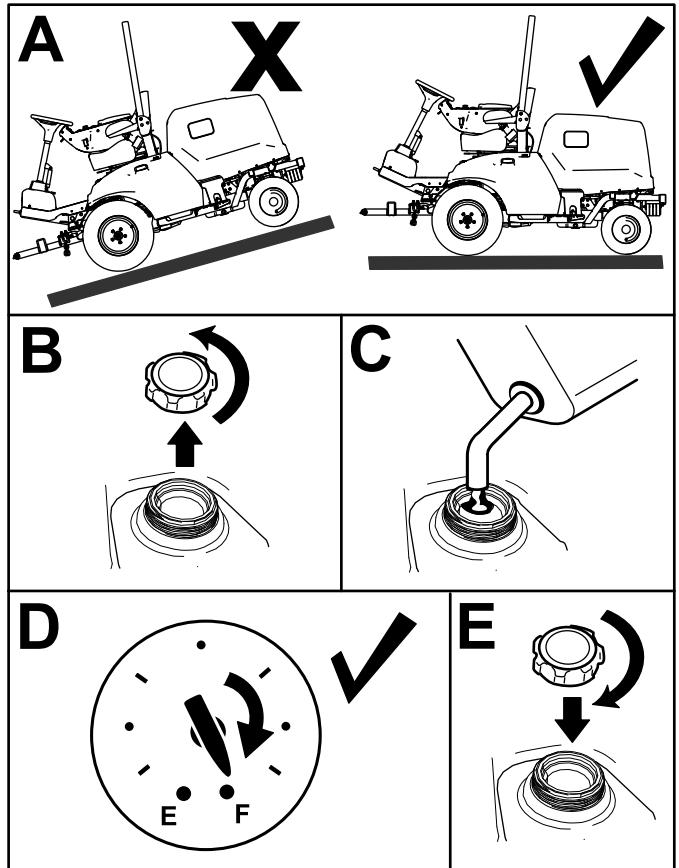

Figure 33
1. Garez la machine sur une surface plane et horizontale (Figure 33), serrez le frein de stationnement, coupez le moteur et enlevez la clé.